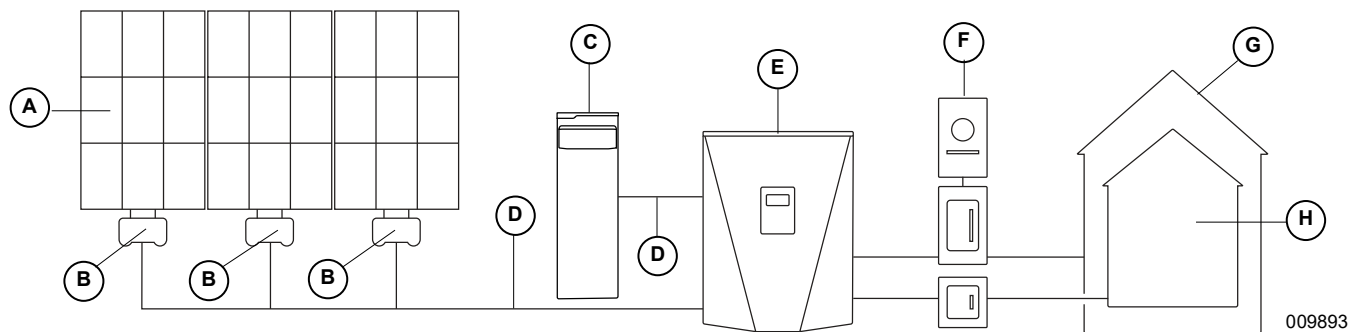

Figure 2-3. Exemple de système Generac PWRcell
Les onduleurs PWRcell utilisent le nanoréseau REbus 380 V c.c. pour se connecter aux appareils PWRcell raccordés au circuit c.c. Le nanoréseau REbus automatise le flux de courant électrique, ce qui permet une installation et une exploitation prêtes à l'emploi du matériel PWRcell. Pour plus d'information sur le REbus, visiter www.generac.com. Dans la **Figure 2-3**, un onduleur PWRcell (E) est directement raccordé à des optimiseurs PV Link (B) et à une batterie PWRcell (C) sur le circuit c.c. (REbus) (D). Sur la droite de l'onduleur se trouve le circuit c.a. : 120/240 V c.a. ou 208 V c.a. pour les charges de réseau et locales (G) et les charges protégées (H).